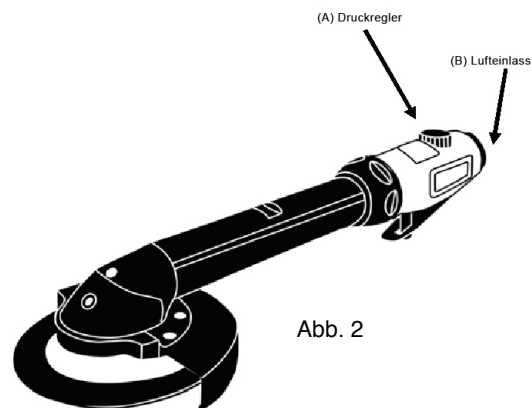

Abb. 2
Der Lufteinlass (Abb. 2 - B) für den Druckluftanschluss hat ein Standard 1/4" NPT Gewinde.
Bei Werkzeugen mit Druckregler kann der Regler (Abb. 2 - A) als Drossel verwendet werden wenn es keine anderen Möglichkeiten zur Druckregelung gibt. Schließen Sie den Druckregler (A) und öffnen ihn durch Drehen bis zur gewünschten Geschwindigkeit.